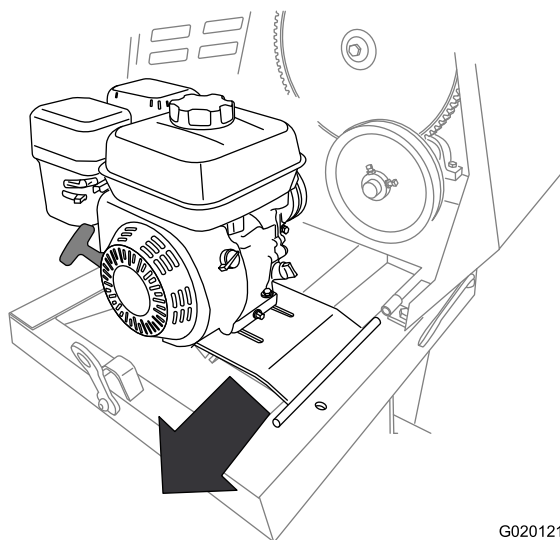

Figure 51
10. Poussez le plancher moteur en arrière et sortez-le du support de charnière avant (Figure 51).
11. Déposez le moteur et le plancher moteur de la machine (Figure 51).
- Alignez le pivot du plancher moteur sur le support de charnière avant (Figure 51).
- Poussez le plancher moteur en avant et le pivot dans le support de charnière avant (Figure 51).
- Alignez le support de charnière arrière sur le pivot de la charnière du plancher moteur (Figure 51).